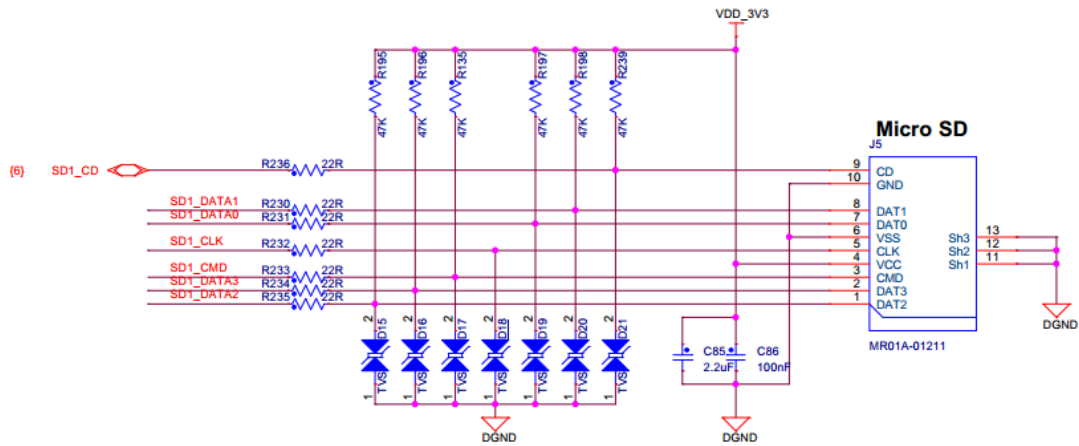

图 4-7 TF Card 接口
I.MX6UL 芯片有两个 SD 卡控制器。SD2 用于连接了 eMMC 芯片。另一路 SD1 在板上通过标准的 Micro SD 卡座扩展出来，可以储存启动信息，直接从 TF 卡启动。具体设计如图 4-7 所示。